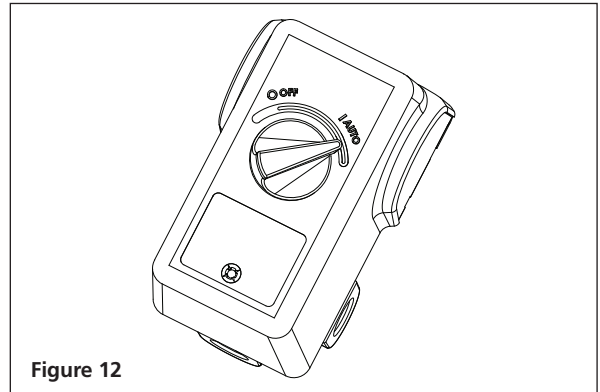

Figure 12
4. Réglez l'interrupteur du pressostat à **AUTO** afin de démarrer l'appareil (consultez la figure 12).
7. Changez l'huile après les cinquante (50) premières heures d'utilisation. Effectuez un changement d'huile aux trois (3) mois ou après deux cents (200) heures de fonctionnement, selon la première occurrence.